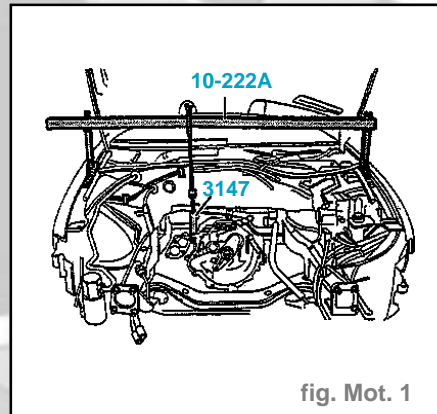

fig. Mot. 1
- Mettre en place le dispositif de maintien **10-222A** (fig. Mot. 1).
(représenté sur la figure avec moteur déposé) (fig. Mot. 1).